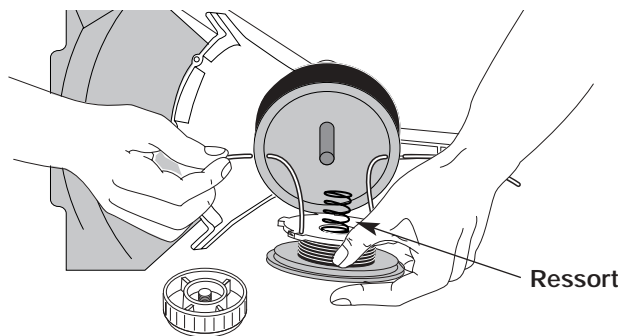

Figure 35
- Insérez les extrémités du fil dans les œillets de la bobine extérieure et placez le moulinet et le ressort dans la bobine (Fig. 35). Enfoncez le moulinet et la bobine ensemble. Tout en tenant le moulinet et la bobine, saisissez les extrémités et tirez fermement pour dégager le fil des fentes de retenue de la bobine.
5. Insérez les extrémités du fil dans les œillets de la bobine extérieure (Fig. 35).